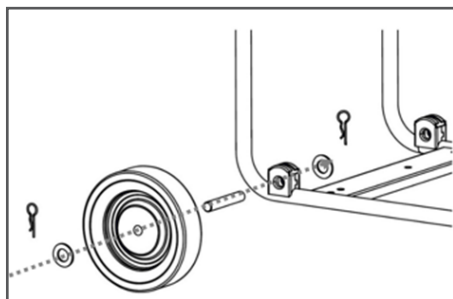

Рис. 5 Установка колес
- установить транспортировочные колеса при помощи шайб и шплинтов (Рис. 5);